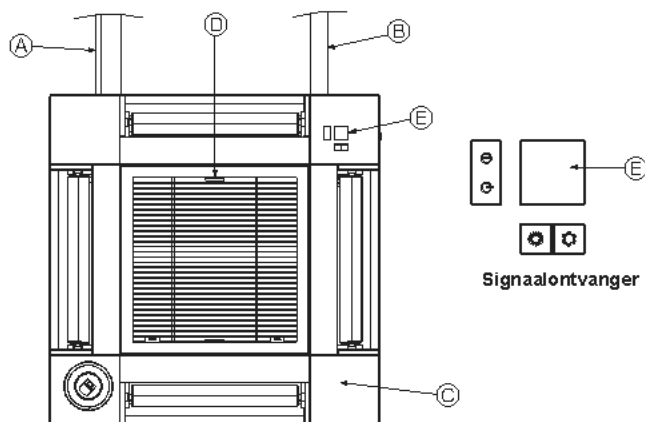

Fig. 10-17
10.5. Het inlaatrooster installeren (Fig. 10-17)